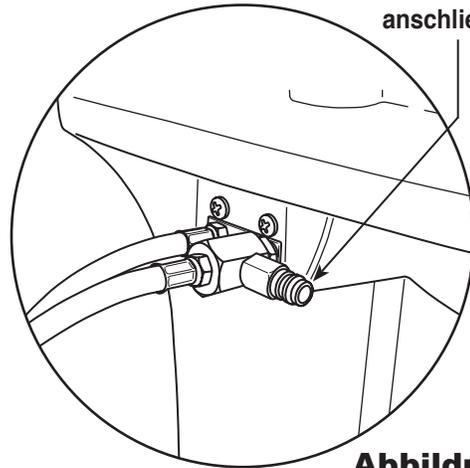

Abbildung 26
1. Wenn das AC1234-8 an das Fahrzeug angeschlossen ist und die Kupplungen geöffnet sind, die niederdruckseitige (blaue) Kupplung des zweiten Gerätes an den Anschluss an der Rückseite des AC1234-8 anschließen. Siehe Abbildung 26. Die Kupplungsventile öffnen.